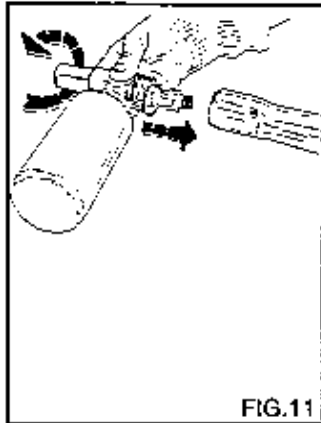

FIG. 11
2) Fjern forlengelsesledet fra håndtaket og før inn vaskemiddel-fordeleren (fig. 11), start varmvannsspyleren og spyl ut over overflaten nedenfra og oppover.